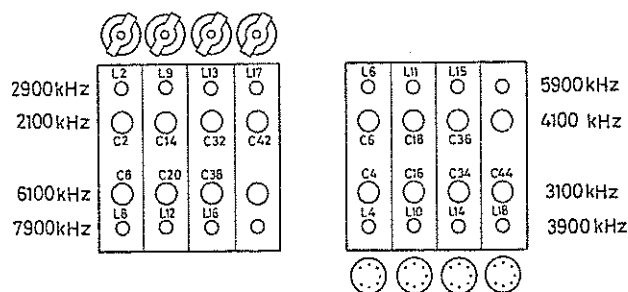

Bild 87. HF-enhetens trimpunkter
4. Justera avstämningseenhetens trimspolar och trimkondensatorer med ledning av nedanstående tabell samt bild 87 (se även bilderna 6 och 9). Insignalens nivå bör hållas så låg som möjligt. Ljudstyrkan ställs in för lämplig hörnivå. Såväl mottagarens som signalgeneratorns frekvens skall kalibreras med hjälp av mottagarens kalibreringsoscillator. Under trimningen skall insignalen vara modulerad (1000 Hz, 30 %).